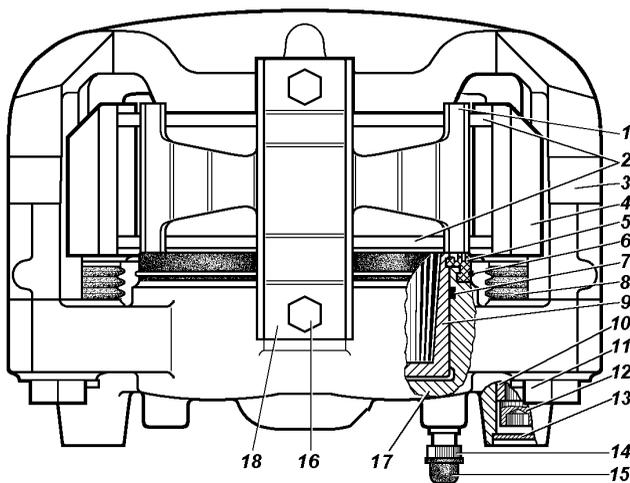

Рис. 9.54. Передние дисковые тормоза:
**Дисковые тормозные механизмы передних колес.** Для осмотра тормозных колодок 2 (рис. 9.54) установите автомобиль на горизонтальной площадке, затормозите стояночным тормозом и снимите колесо. Осмотр колодок проводите через окно в суппорте 4. Если фрикционные накладки износились до толщины 1,5-2,0 мм, то замените колодки новыми. Замену производите на обоих передних колесах.